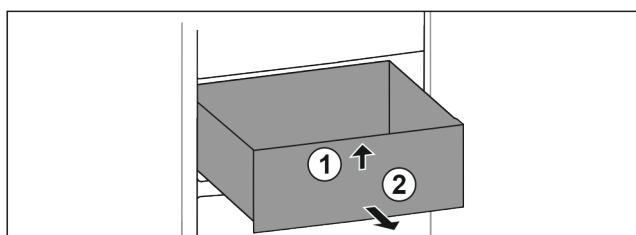

Fig. 71
- Levante el cajón por delante. Fig. 71 (1)
- Extraiga el cajón hacia delante. Fig. 71 (2)